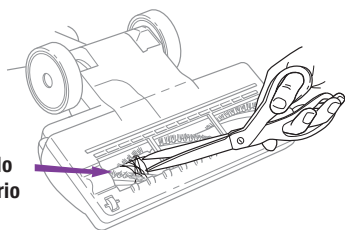

Fig. 29
- 2 Inspeccione la abertura de abajo y el cepillo giratorio. Si hay acumulación de desechos, remuévalos. Corte con cuidado todo lo que esté enrollado alrededor del cepillo giratorio con una tijera. No dañe o corte las cerdas del cepillo. **(Fig. 29)**